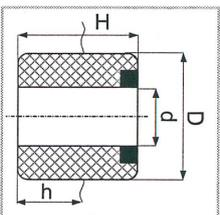

Рис. 3
4.9. Поплавок по умолчанию в заказе поставляется типа "D48x50x21" (D x H x d – по рис. 3), выполненный из вспененного эбонита. Возможно комплектование поплавками из стали 12Х18Н10Т, ПВДФ или др., подробно – см. *справочные данные* «Поплавки датчиков уровня, уровнеймеров «ПМП» каталога продукции (на сайте www.prsensor.ru).